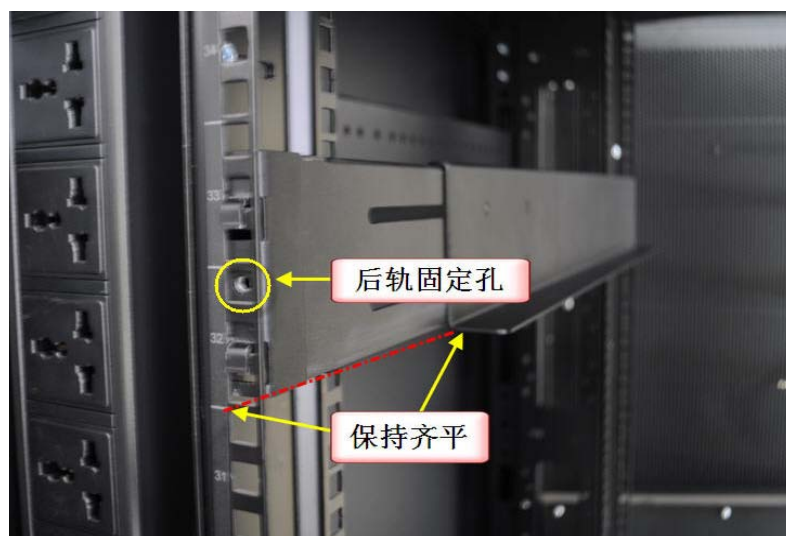

图 4-2
4. 在后导轨上，有两个挂件，将下面的挂件对准角轨 32U 刻度起点上面的第二个孔位，上面的挂件对准 33U 刻度起点上面的第二个孔位，将挂件从孔位插入，然后向下压动，挂件挂钩到角轨上，这时导轨 L 型部位应与 32U 刻度起点保持水平齐平，后轨固定孔在 32U 起点上方的第三个孔位中心露出，如图 4-2 所示。